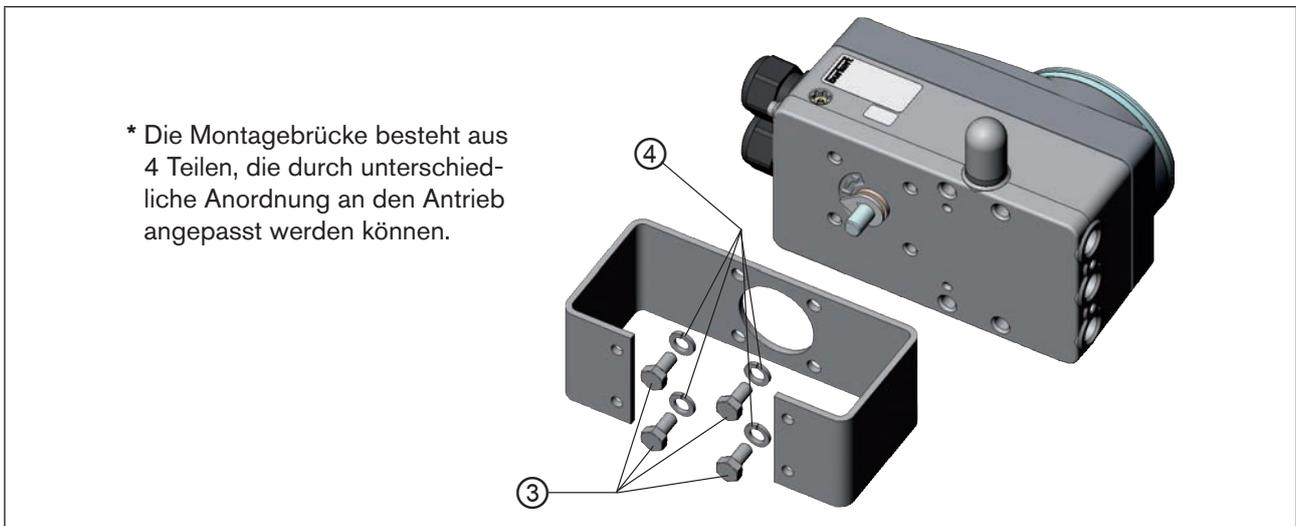

Bild 19: Montagebrücke befestigen (schematische Darstellung)
→ Die Montagebrücke mit 4 Sechskantschrauben ③ und Federringen ④ an Typ 8792/8793 befestigen (siehe „Bild 19“).